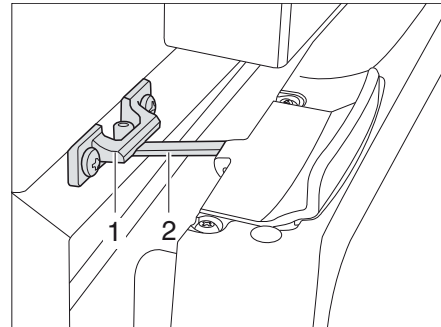

Fig. 143 Porte du réfrigérateur en position de ventilation (Thetford)
■ Ouvrir le verrouillage (Fig. 143,2) et l'enclencher dans le logement de verrouillage (Fig. 143,1). La porte du réfrigérateur reste ainsi légèrement ouverte.